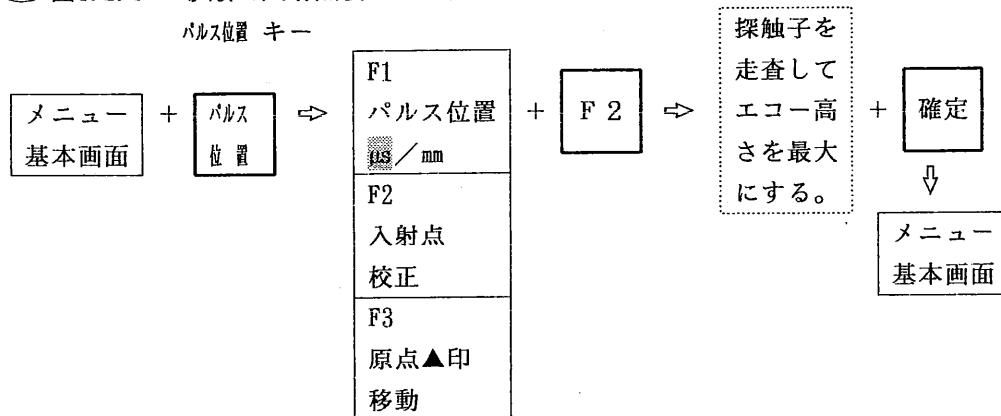

図 8.2.4 入射点校正の実行方法（この図は、図 8.2.3と同じです。）
- ① エコーのビーム路程測定点を、6.2.10.2の手順で [F-ケ] から [ア,ガ] に切替えます。
- ② 次に、ゲートレベルを、他のエコーに妨害されないレベルでできるだけ低く設定し、かつエコーの高さをできるだけ高くなるようにゲインを調整します。（探触子を走査したときエコーの高さが最も高くなる位置が読みなければなりません。）
- ③ 図8.2.4 の手順で入射点校正を実行します。